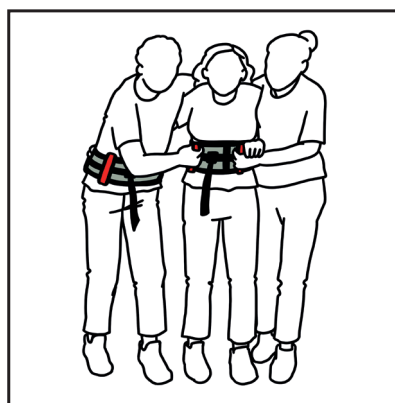

Fig. 4
- quando l'utente è in piedi, l'aiutante/gli aiutanti si posiziona/si posizionano di lato. L'aiutante afferra una maniglia opportunamente posizionata sulla cintura addominale nell'area posteriore e, con l'altra mano, prende quella dell'utente (Fig. 4).